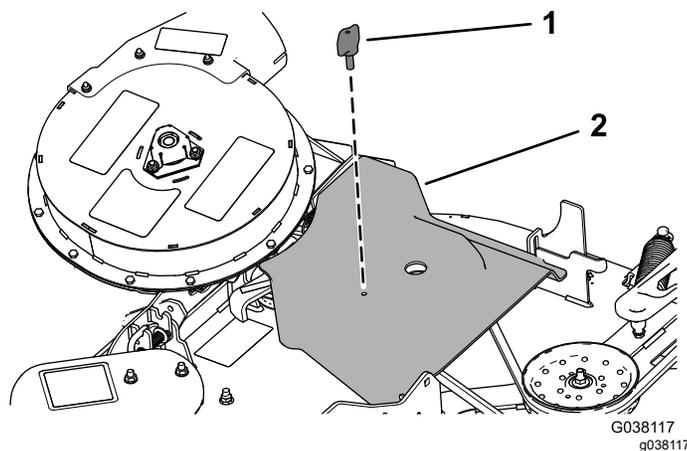

Figura 45
- Instale la cubierta de la correa del soplador sobre la correa, y sujete la cubierta con el pomo (Figura 45).